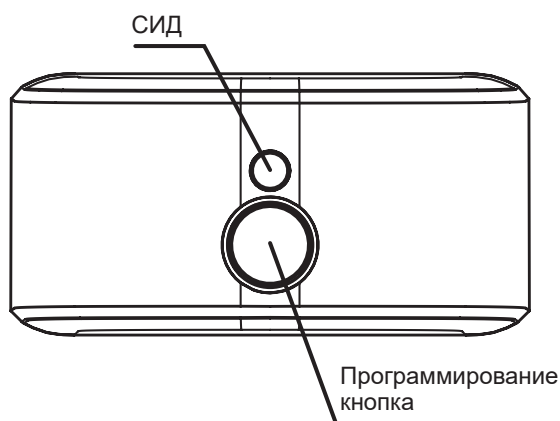

Рисунок 1: BiDi-Shutter – Программирование локализации кнопок
Запоминание и программирование возможно с помощью кнопки программирования (рисунок 1) на BiDi-Shutter.
1.	Нажмите и удерживайте кнопку программирования (Рисунок 1).
2.	Отпустите кнопку программирования (Рисунок 1), когда светодиод загорится красным цветом (1-я позиция).